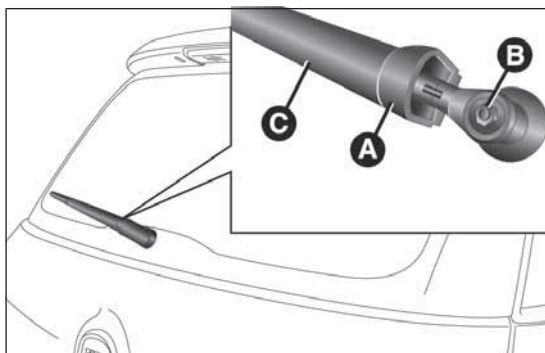

fig. 222
- ☐ levantar la tapa A fig. 222, aflojar la tuerca B y retirar el brazo C;